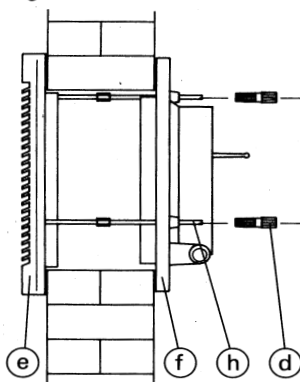

fig. 17
- Fig.17 / Рис.17 Закрепите корпус вентилятора на стене при помощи шурупов и плотно заверните фиксаторы (d).